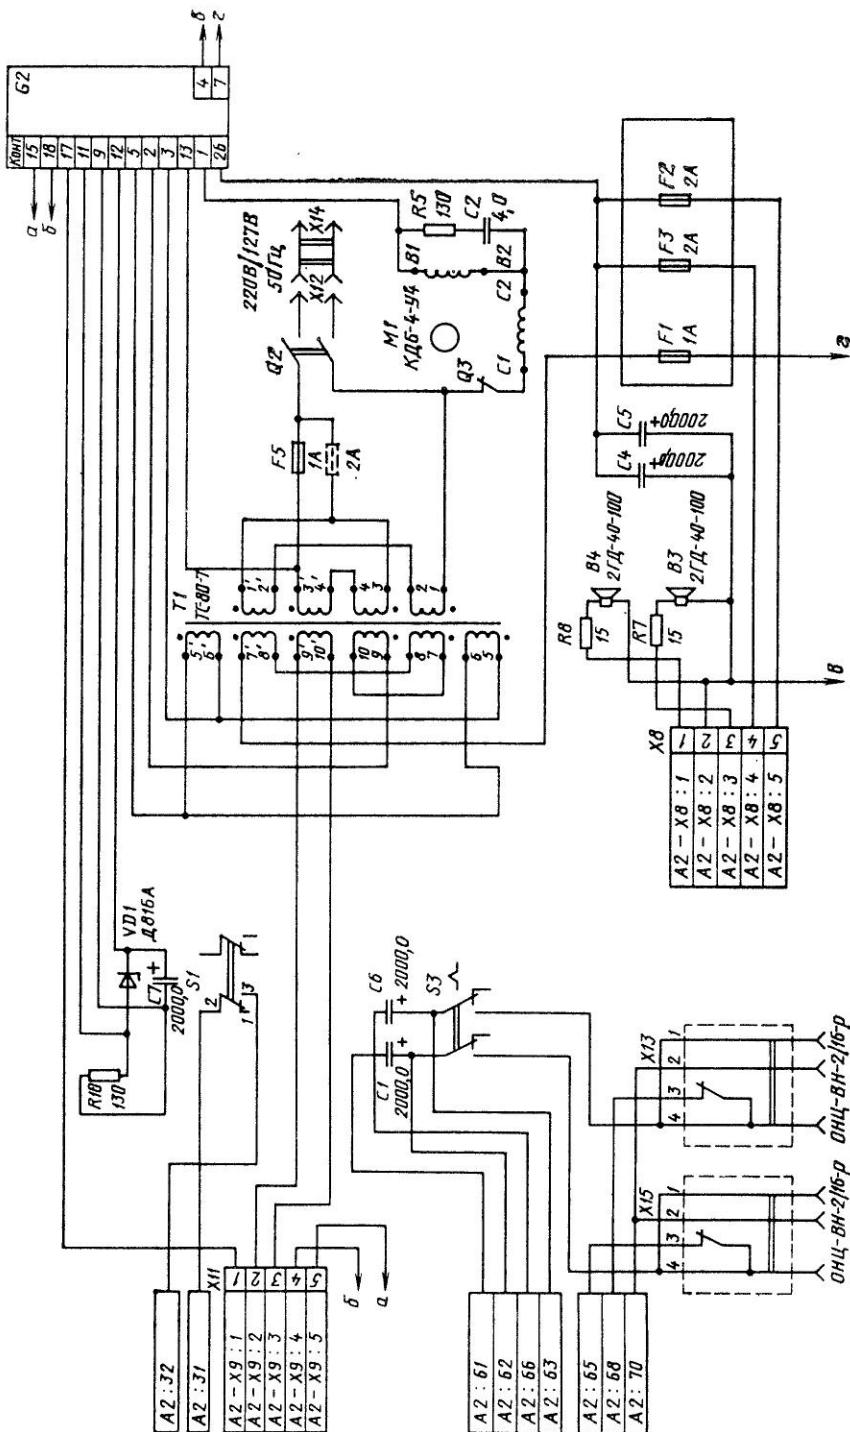

Рис. 2.30. Электрическая принципиальная схема магнитофона «Оптер-203 стерео»
**Электрическая часть магнитофона «Юпитер-203 стерео»** (рис. 2.30) содержит два идентичных УУ и два УМ, а также ГСП и блок питания.
Блок питания магнитофона выполнен на трансформаторе  $T_1$  (см. рис. 2.30), выпрямителе  $G_2$  (на диодах  $VD_2$ — $VD_5$ , рис. 2.31, г), фильтре  $C_4$ ,  $C_5$ , выпрямителе со стабилизатором  $G_2$  (на диодах  $VD_1$ ) и элементах  $R_{10}$ ,  $C_7$ . Блок питает напряжениями «—45 В»—УМ, «—20 В»—УУ и ГСП и напряжением 5 В лампочки  $H_1$ ,  $H_2$ .